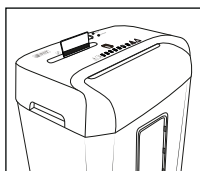

Fig. 4
Indfør kreditkort ovenfra midt i skæreåbningen til CD/kreditkort ❷ (se fig. 4), og stil omskifteren **REV/OFF/AUTO/FWD** ❸ på position **FWD** („forward“ [engelsk] = fremad).